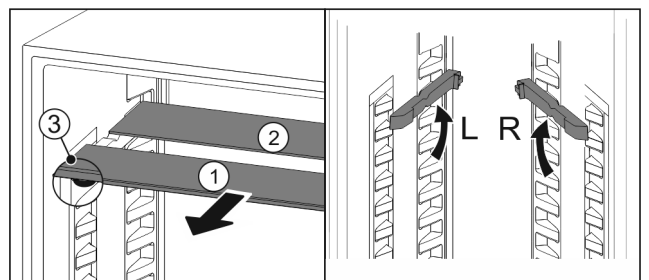

Fig. 50
- ▶ Издърпайте Fig. 50 (1) поотделно стъклените плочи напред.
- ▷ Стъклената плоча Fig. 50 (1) с декоративната лайсна е отпред.
- ▷ Ограничителите Fig. 50 (3) сочат надолу.